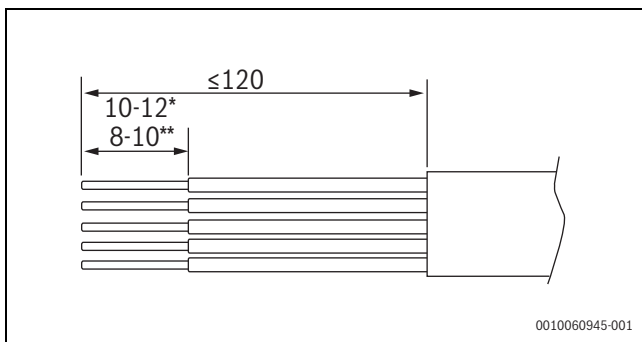

Fig. 34 Dénudage des fils pour le raccordement secteur (mm)
- Faire passer le câble de raccordement pour l'alimentation électrique dans le presse-étoupe situé à gauche (1). Serrer avec un couple de 4,8 Nm.
- Faire passer le câble de raccordement pour le BUS CAN dans le presse-étoupe situé à gauche (2). Serrer manuellement.
- Dénuder les câbles comme illustré à la → Figure 34.